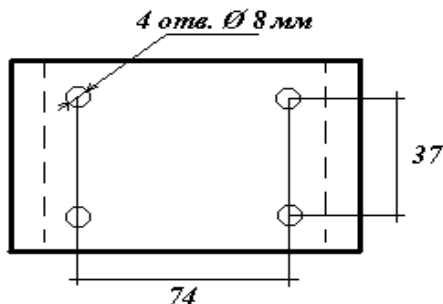

Рис. 3 - Крепёжная площадка МПП «Гарант-5»
6.3 Закрепить крепёжную(ые) площадку(и) модуля(ей) в соответствии с определёнными местами (по п.6.2). Координаты отверстий для крепления модулей «Гарант-5» показаны на рис. 3.